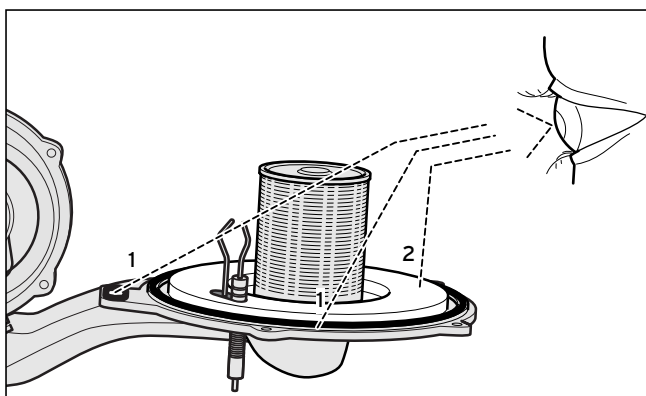

Fig. 7.2 Rinnovare le guarnizioni (1) e controllare l'isolamento della flangia del bruciatore (2)
Le due guarnizioni al silicone (1) sul modulo termico compatto (fig. 7.2) (ET 98-1046) devono essere sostituite in occasione di ciascuna manutenzione. L'isolamento della flangia del bruciatore (2) sul modulo termico compatto (fig. 7.2) (ET 21-0734) non deve presentare alcun danno; altrimenti va sostituito anch'esso.
- Rinnovare le guarnizioni al silicone (1, fig. 7.2)